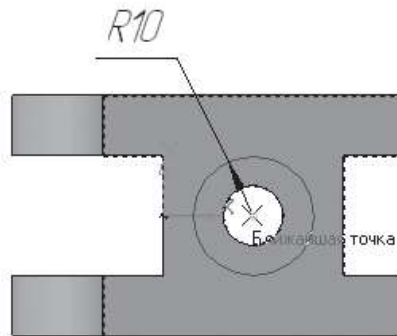

Рис. 14.11
- Постройте окружность радиусом **10 мм** ( $\varnothing=20$ ), сработает глобальная привязка **Ближайшая точка** (рис. 14.11).